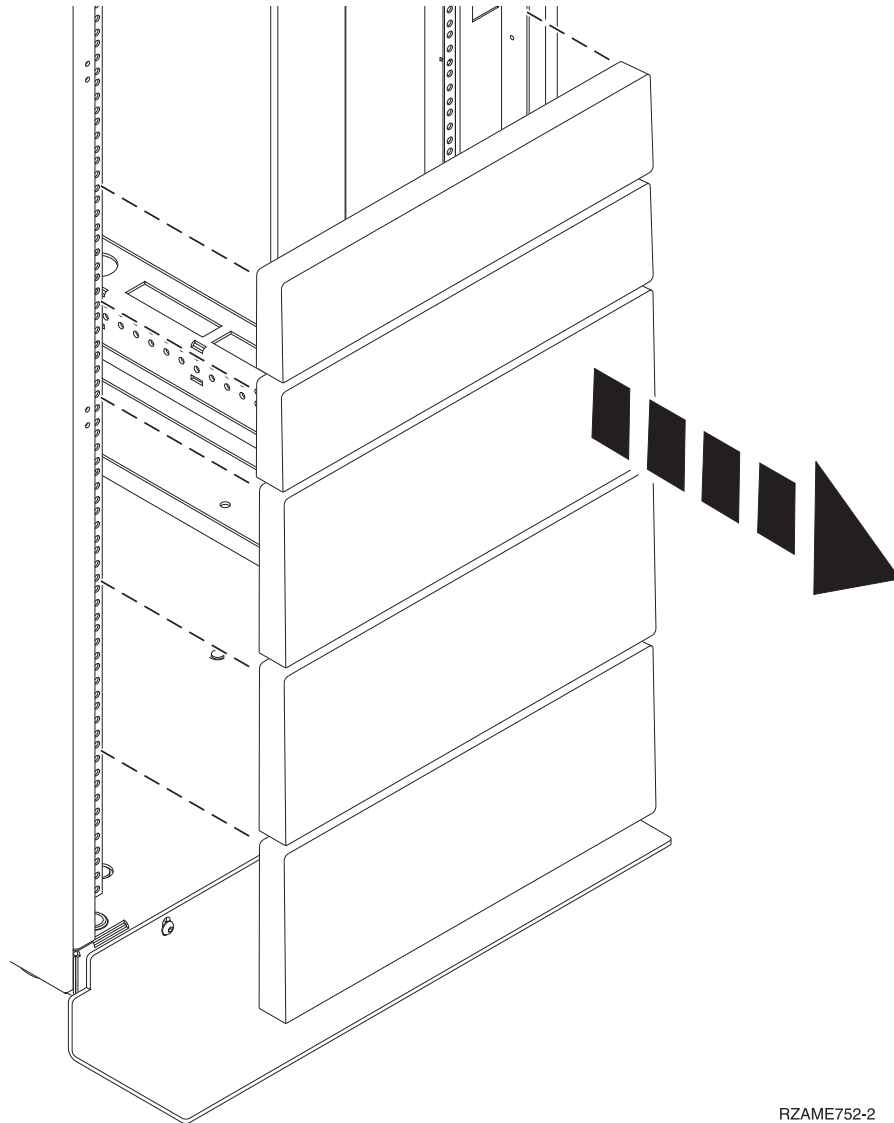

図1. フィラー・パネルの取り外し
3. 必要であれば、装置を配置する計画のラック・エンクロージャーの内側にアクセスできるよう、フィラー・パネルを取り外します。詳しくは、3 ページの図 1 を参照してください。